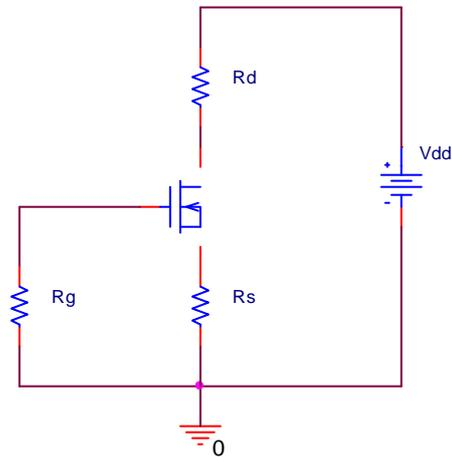

fig. 41
- la rete di autopolarizzazione che consente di scegliere il punto di riposo oppure il valore di R_s (ma non entrambi) e stabilisce un controllo sulla I_d ; in fig.41 troviamo la rete di autopolarizzazione di un ND-MOS .